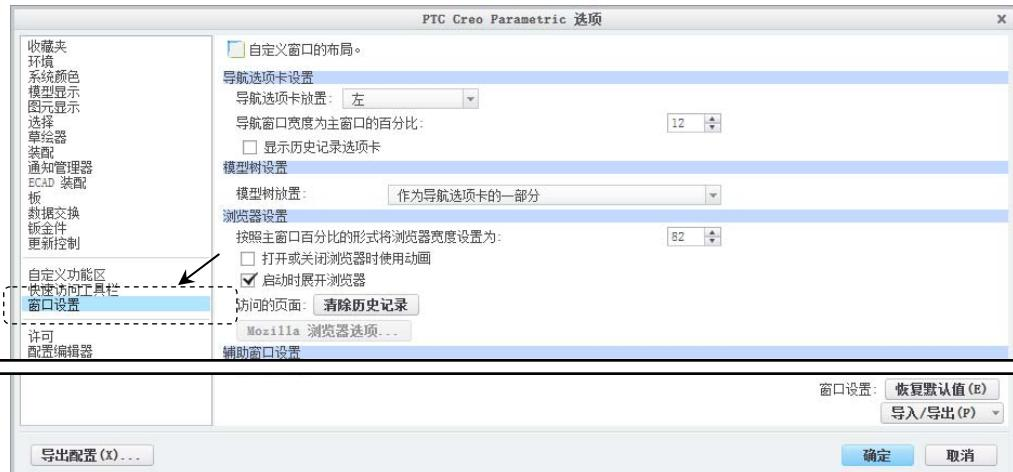

图 1.6.1 “窗口设置”界面
Step2. 窗口设置。在“PTC Creo Parametric 选项”对话框中单击**窗口设置**区域，即可进入软件“窗口设置”界面。在此界面中可以进行导航选项卡的设置、模型树的设置、浏览器设置、辅助窗口设置以及图形工具栏设置等，如图 1.6.1 所示。